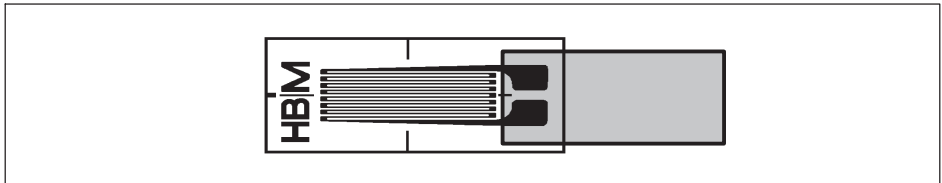

Abb. 5.3 Scharnierartige Verbindung bei DM ohne Anschlussbändchen
► Stellen Sie bei DMS ohne Anschlussbändchen die scharnierartige Verbindung nach Abb. 5.3 her (ohne zusätzliche Lötstützpunkte).